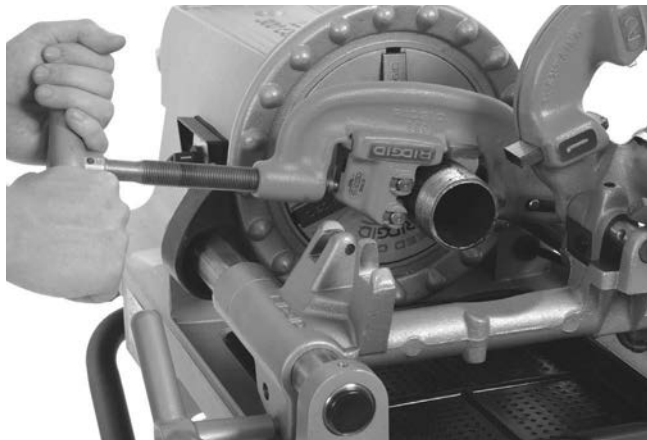

Afbeelding 21 – De juiste werkhouding
6. Ga in de juiste werkhouding staan om een goede controle over de machine en het werkstuk te verzekeren (Zie Afbeelding 21).